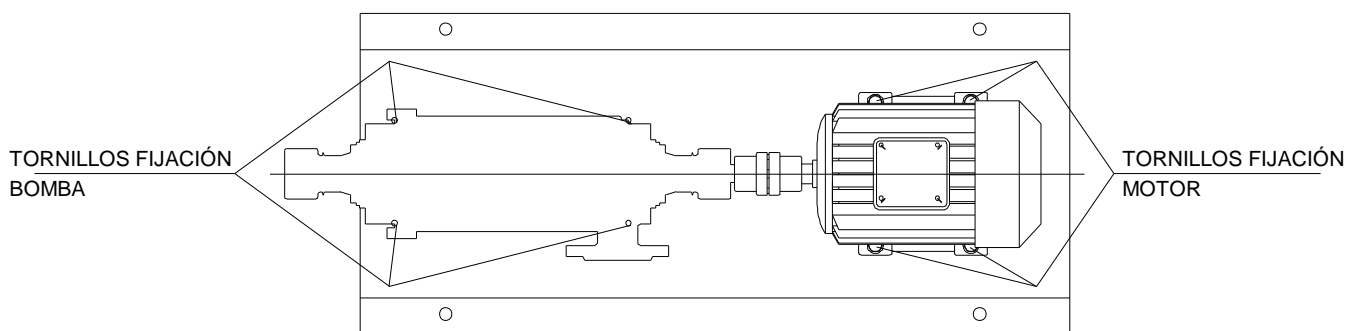

Fig. 19
- 8 - Posicionar el motor eléctrico sobre la bancada acercando los dos semiacoplamientos a una distancia entre uno y otro de unos 2 mm., manteniendo un alineamiento coaxial del motor con la bomba. Cuando la altura del eje del motor y de la bomba no sean iguales deberemos utilizar los suplementos calibrados que colocaremos debajo de los respectivos pies de anclaje. Marcar los agujeros para los pies del motor y/o de la bomba. Sacar el motor y/o la bomba y proceder al taladrado y roscado, limpiar y montar fijando débilmente los correspondientes tornillos de fijación (ver la fig.19).